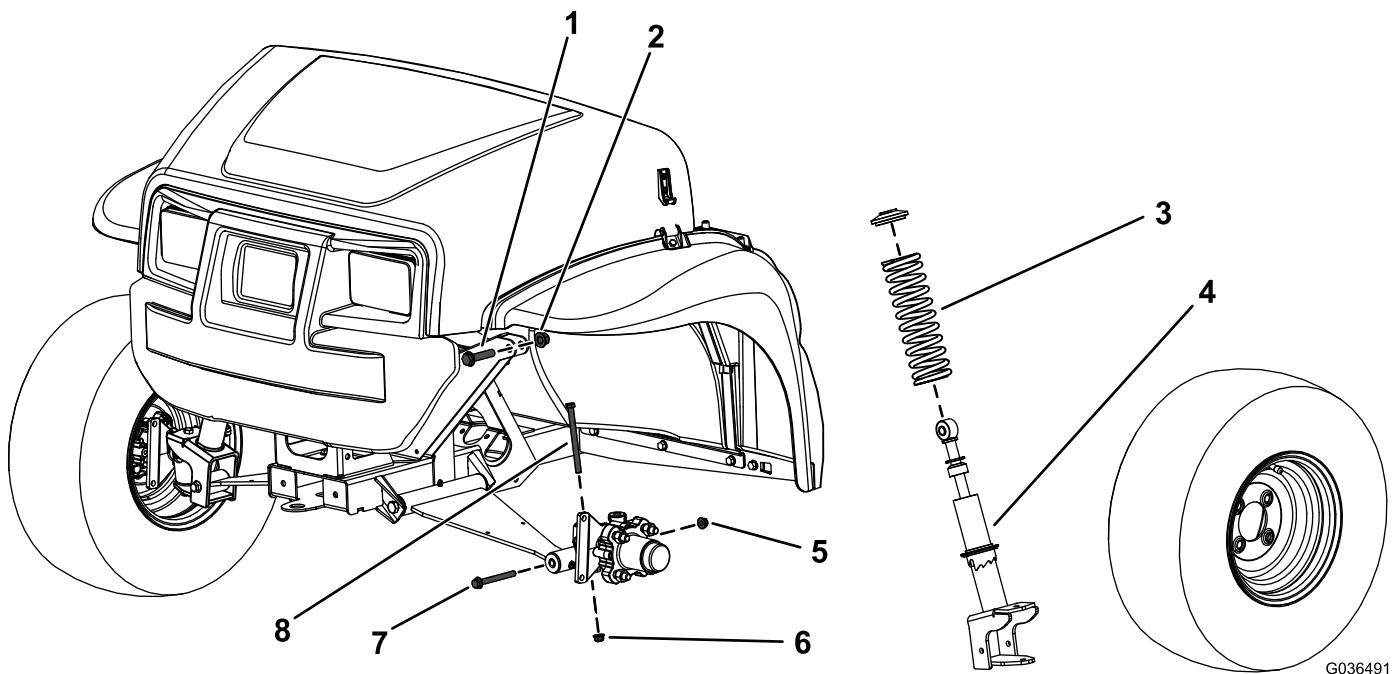

Figura 1
2. Rimuovete il bullone a testa esagonale (3/8" x 4³/₄") e il dado flangiato (3/8") dal fusello (Figura 1).
3. Rimuovete il bullone a testa esagonale (3/8" x 3¹/₂") e il dado flangiato (3/8") dal braccio di comando (Figura 1).
4. Rimuovete il bullone a testa esagonale (1/2" x 2¹/₄") e il dado di bloccaggio (1/2") che fissa il gruppo del montante al telaio superiore (Figura 1).
5. Rimuovete il gruppo del montante (Figura 1).
3. Rimuovete la molla dal gruppo del montante (Figura 1).
4. Montate la nuova molla sopra il gruppo del montante esistente (Figura 1).
2. Fissate la porzione superiore del gruppo del montante sul telaio con il bullone a testa esagonale superiore (1/2" x 2¹/₄") e il dado di bloccaggio (1/2") come illustrato nella Figura 1.
4. Montate il bullone a testa esagonale (3/8" x 4³/₄) e il dado flangiato (3/8") sul fusello (Figura 1).
6. Fissate la porzione inferiore del gruppo del montante sul braccio di comando con il bullone a testa esagonale (3/8" x 3¹/₂") e il dado flangiato (3/8") come illustrato nella Figura 1.